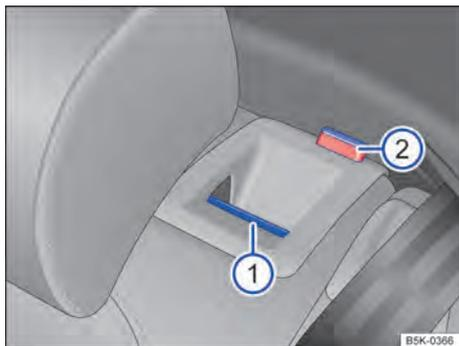

Fig. 95 No encosto do banco traseiro: botão de destravamento ①, marcação vermelha ②.
- Puxar o botão de destravamento ⇒ Fig. 95 ① para frente e, ao mesmo tempo, rebater o encosto do banco traseiro para frente.
- A respectiva parte de encosto do banco traseiro estará destravado se uma marcação vermelha ② estiver visível.
O encosto do banco traseiro estará destravado se uma marcação vermelha ⇒ Fig. 95 ② estiver visível.